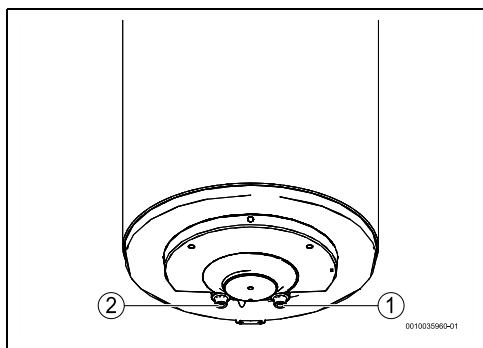

Рис. 10
- ▶ Закройте запорный вентиль воды (→ рис. 10, [5]).
- ▶ установить редуктор давления (рис. 10, [4]). Предохранительный клапан срабатывает всякий раз, когда давление воды в оборудовании превышает 8 бар ( $\pm 1$  бар), поэтому необходимо предусмотреть способ слива этой воды.
- ▶ установить расширительный бак (рис. 10, [7]), чтобы предотвратить частое открытие предохранительного клапана. Объем расширительного бака должен быть равным 5% объему оборудования.